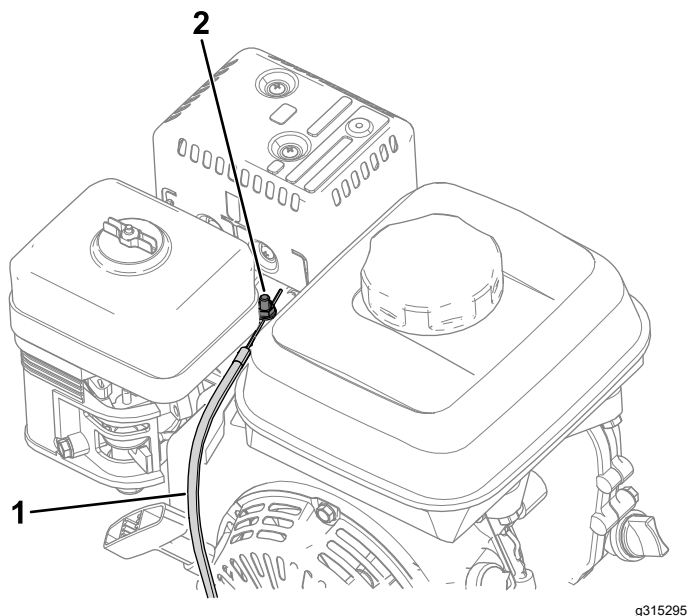

Figura 37
- Desaperte o parafuso na abraçadeira da conduta de cabos (**Figura 37**).